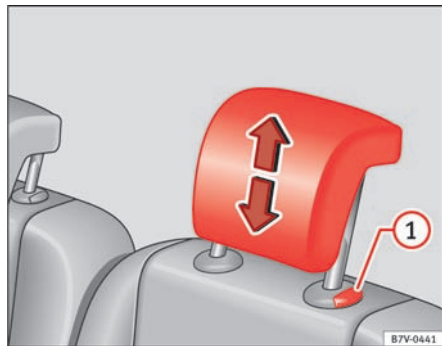

Fig. 87 Afmontering af hovedstøtte bag
- Træk hovedstøtten helt ud, mens du trykker på knappen ⇒ Fig. 87 (1).